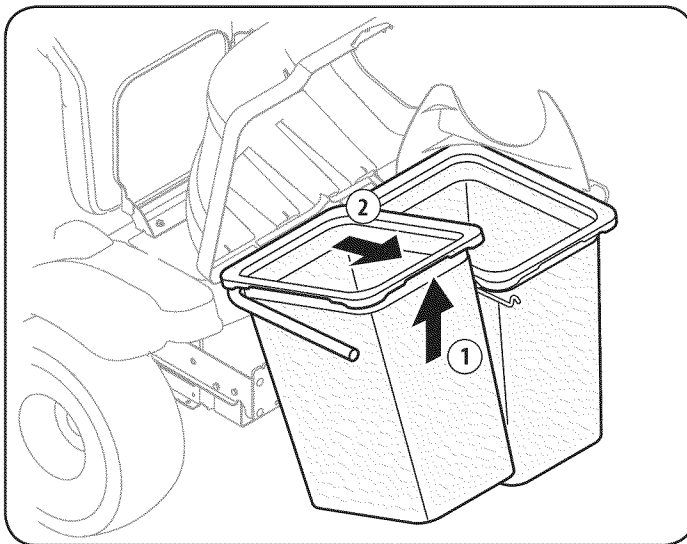

Figura 30
3. Eliminar los cubos de la hierba por levantarlas hasta (1 en la figura. 30) y fuera de la assembly de apoyo bin (2).